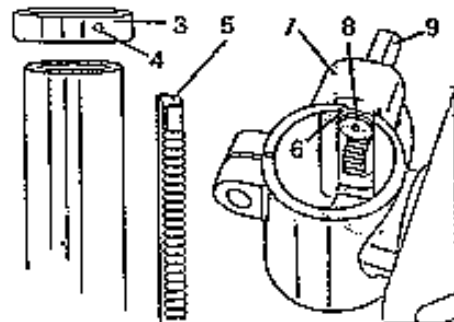

Fig. 4
1. Allentando la vite di regolazione (4) smontate l'anello (3).
2. Togliete la cremagliera dalla colonna (5).
3. Controllate se la ruota elicoidale (8) è inserita correttamente nel braccio di fissaggio della tavola (7) e se tocca le ruote dentate. L'asticina (9) dovrebbe sporgere dalla cassa di circa 2,5 cm. (fig. 4).
4. Inserite la cremagliera (5) nella scanalatura dentata (6) del braccio di fissaggio della tavola (7) (fig. 4). Il braccio di fissaggio dovrebbe essere posizionato nella parte centrale della cremagliera.